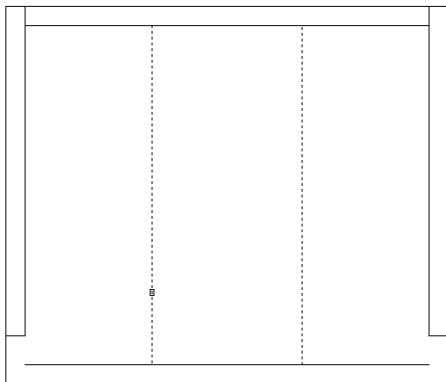

Рис. 2.20 ▼ Линии, выбранные в качестве секущих ребер
1. Запустите инструмент **Обрезать** (Trim), щелкнув на кнопке  **Обрезать** (Trim) панели **Изменить** (Modify) или выбрав из меню команду **Изменить** ⇒ **Обрезать** (Modify ⇒ Trim) либо введя в командном окне команду **Обрезать** (TRIM) или просто **обр** (TR). Как и при использовании команды **Удлинить** (EXTEND), AutoCAD в командном окне предложит вам выбрать объекты, которые в данном случае будут использоваться как секущие ребра.
2. Выберите две вертикальные линии, созданные с помощью инструмента **Подобие** (Offset), которые обозначают правую и левую вертикальную границу контура технологического паза (рис. 2.20) и нажмите **Enter** для завершения выбора.